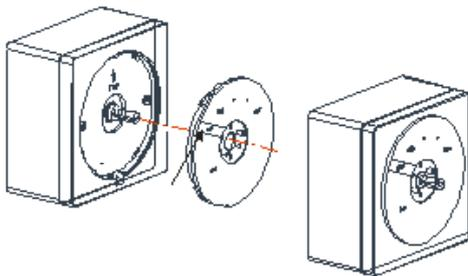

Figure: 4
3. Mettre le cadran sur la façade et tourner le curseur jusqu'à la position OFF (fig. 4)